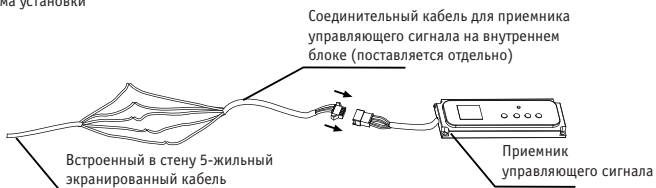

Рис. 3-2
- 1 Вставьте штекер 5-жильного кабеля в гнездовое соединение кабеля приемника управляющего сигнала (рис. 3-2).